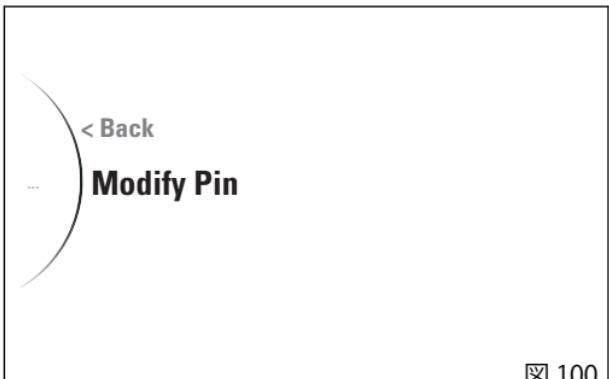

図100
- “Modify Pin”を選択し(図100)、ENTERボタンを押します。